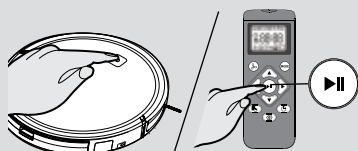

Fig. 10
2. Premere il tasto ON/Standby posto sull'apparecchio oppure il tasto Avvio/Pausa del telecomando, per iniziare il processo di lavaggio. **[Fig. 10]**